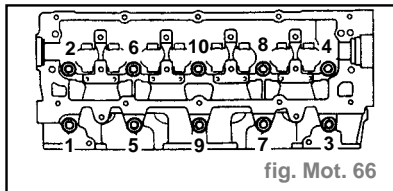

fig. Mot. 66
- Enlever les 10 boulons de culasse dans l'ordre illustré (fig. Mot. 66). Enlever les boulons et les conserver dans l'ordre.
- Dégager le câble d'accélérateur de l'attache sur le collecteur d'admission (2).
- Débrancher le flexible à dépression du collecteur d'admission (3).
- Desserrer le collier et débrancher la durite du vase d'expansion du collecteur d'admission (4).
- En travaillant dans l'ordre illustré, desserrer les 10 boulons de culasse (fig. Mot. 66).